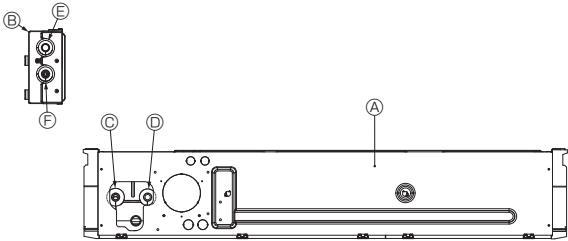
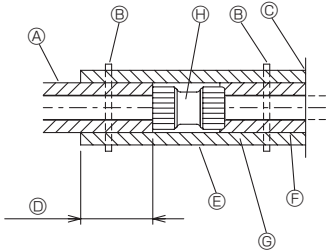

Fig. 4-8
Fig. 4-9
- 1.Raccordez le tuyau de sortie ① de l'appareil intérieur au tuyau d'entrée ⑤ du KIT DE VANNE à l'aide d'un tuyau ø22 (non fourni). (Fig. 4-8)
- ① Appareil principal
- ② KIT DE VANNE (Option)
- ③ Tuyau de sortie de l'appareil principal
- ④ Tuyau d'entrée de l'appareil principal
- ⑤ Tuyau d'entrée du KIT DE VANNE
- ⑥ Tuyau de sortie du KIT DE VANNE
- 2.Isolez le raccord et la section exposée des tuyaux après raccordement. (Fig. 4-9)
- ① Isolation des tuyaux (non fournie)
- ② Serrez cet endroit à l'aide d'une sangle (non fournie)
- ③ Ne pas séparer de l'ouverture
- ④ Recouvrement : 40 mm minimum
- ⑤ Matériau d'isolation (non fourni)
- ⑥ Matériau d'isolation côté appareil
- ⑦ Selon le raccord choisi, il peut y avoir un espace entre la gaine du tuyau du côté de l'appareil et le raccord.